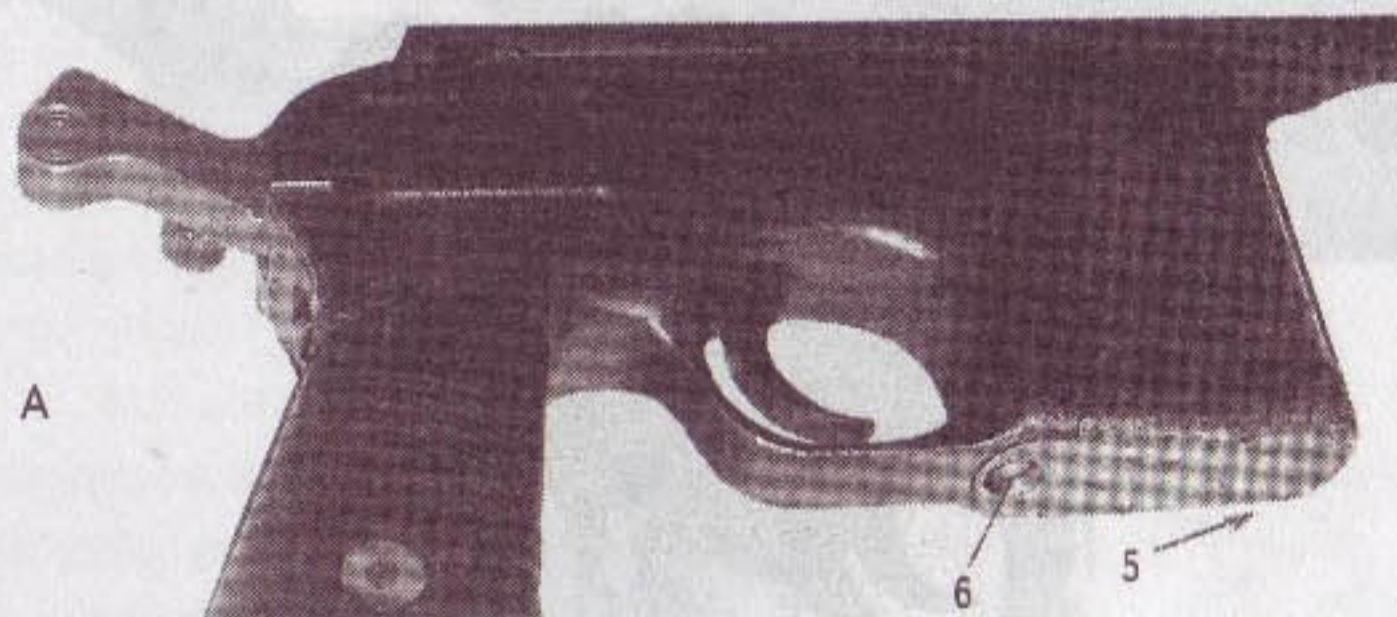

Рис. 120. Разборка магазина
- ◆ нажать на фиксатор (6), сдвинуть вперед дно магазина (5) (рис. 120, А);
- ◆ извлечь вниз подаватель (3) с пружиной (рис. 120, Б);